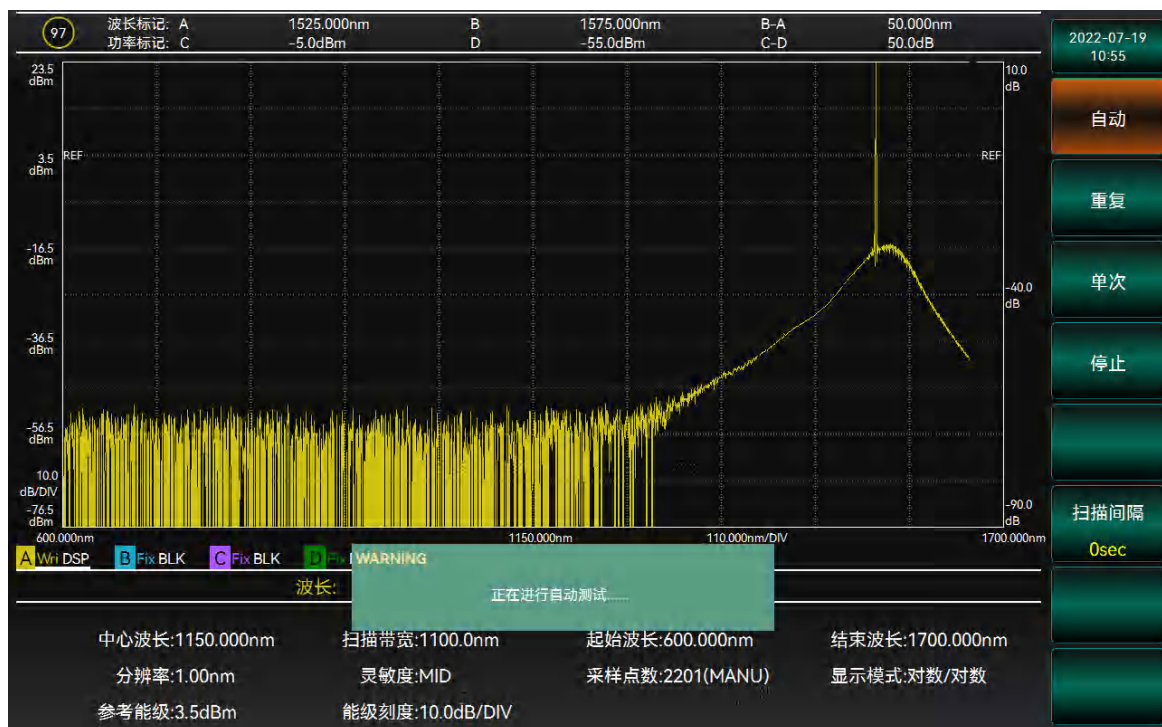
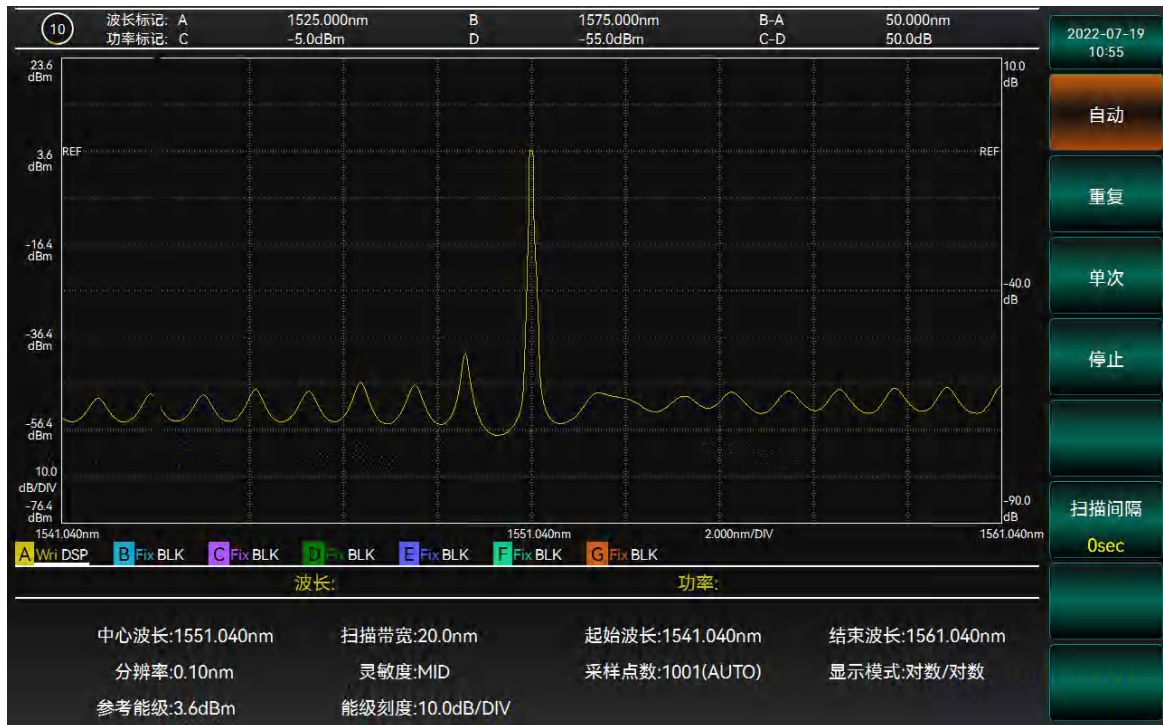

图 3-11 自动扫描开始
图 3-12 自动扫描结束
2. 选择【自动扫描】，开始扫描，如下图 3-11 所示为自动扫描第一次全波段范围扫描后的显示结果，如图 3-12 所示为自动扫描结束后的显示。